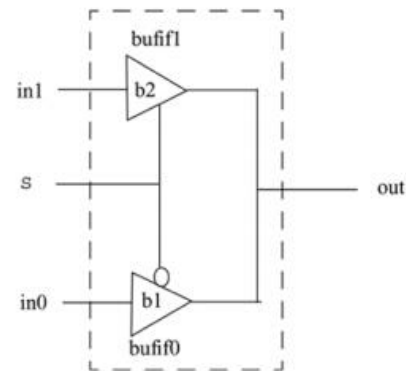

图 2、二选一多路选择器
2.3、 a) 如图 2 所示, 使用 bufif0 和 bufif1 设计一个二选一多路选择器, 并给出测试激励模块, 和仿真测试结果。